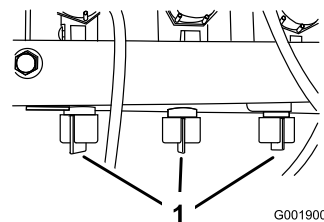

Figure 30
12. Réglez la vanne de dérivation de rampe (Figure 30) située sous le distributeur de commande de la rampe que vous avez mise hors service jusqu'à ce que la valeur indiquée au manomètre soit la même qu'au point 9.